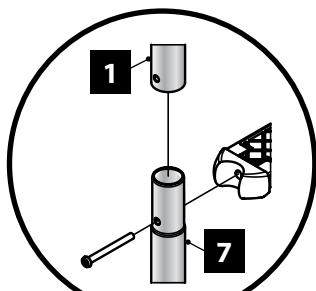

Fig. 39
- Assemble the upper handrail (1) and lower (7) introducing one into the other (figure 39). Fix the steps (6) into the handrails using the bolts (8), the washers (4) and the nuts (9).
- Position plugs (10) into the handrails to avoid the stepladder damaging the wall of the pool.
- When you have assembled the stepladder, place it on the edge with the handrail support (5) as a template.
- Inserte los embellecedores (2).
- Assembler la rampe supérieure (1) et inférieure (7) en les introduisant l'une dans l'autre (figure 39). Fixer les marches (6) aux rampes à l'aide des boulons (8), des rondelles (4) et des écrous (9).
- Positionner les tampons (10) sur les rampes pour éviter que l'échelle puisse abîmer la paroi de la piscine.
- Une fois l'échelle assemblée, positionner celle-ci sur la margelle en utilisant le support de rampe (5) comme gabarit.
- Insérer les enjoliveurs (2).
- Montieren Sie das obere Geländer (1) und das untere (7), indem sie eines in das andere stecken (Abb. 39). Befestigen Sie die Tritte (6) in den Geländern mit Hilfe der Bolzen (8), der Unterlegscheiben (4) und den Schrauben (9).
- Stecken Sie die Stöpsel (10) auf die Geländer, um zu vermeiden, dass die Treppe die Wand des Pools beschädigt.
- Nach dem Zusammenbau der Treppe befestigen Sie sie am Rand mit der Unterstüzung des Geländers (5) als Muster.
- Inserire le coperture (2).
- Monteer de bovenste trapleuning (1) en de onderste (7) door het ene deel in het andere te steken (afbeelding 39). Steek de sporten (6) in de trapleuningen met behulp van de bouten (8), de ringen (4) en de moeren (9).
- Plaats de doppen (10) op de leuningen om te voorkomen dat de trap de wand van het zwembad beschadigt.
- Wanneer de trap is gemonteerd, plaats haar aan de rand met de trapleuningsteun (5) volgens patroon.